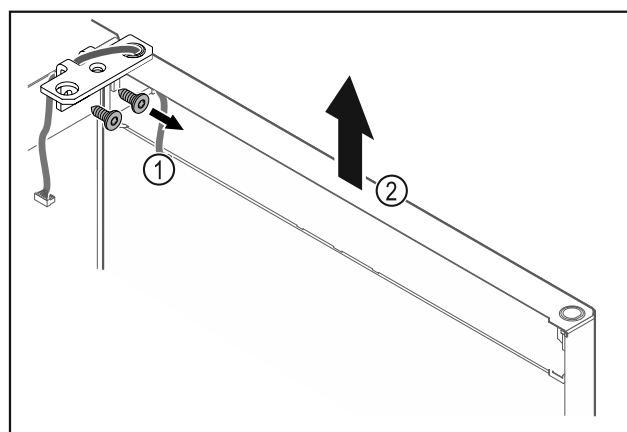

Fig. 26
- ▶ Odšroubujte úhelník závěsu Fig. 26 (1).
- ▶ Zvedněte dvířka včetně úhelníku závěsu Fig. 26 (2) přibližně 200 mm rovně směrem nahoru a vyjměte je.